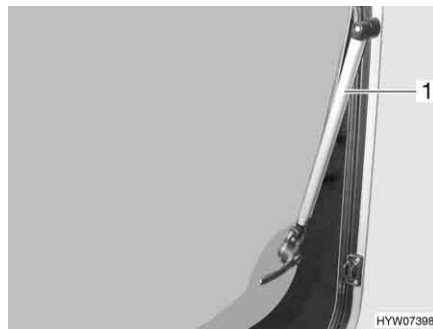

Bild 99 Överkantshängt fönster med automatik-spärr
- Öppna det överkantshängda fönstret till önskat läge. Automatik-spärren (Bild 99, 1) hakar fast automatiskt.